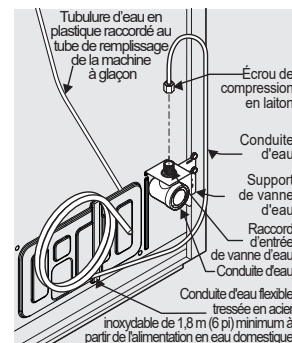

Figure 1
- Si vous utilisez un tube en cuivre** - Faites glisser l'écrou à compression en laiton, puis emballez (manchon) sur la conduite d'alimentation en eau. Poussez la conduite d'alimentation en eau dans l'entrée du robinet d'eau aussi loin que possible (1/4 pouce / 6,4 mm). Faites glisser la virole (manchon) dans l'entrée de la vanne et serrez l'écrou de compression à la main sur la vanne. Serrez un autre demi-tour avec une clé; Ne pas trop serrer. Voir la figure 1.